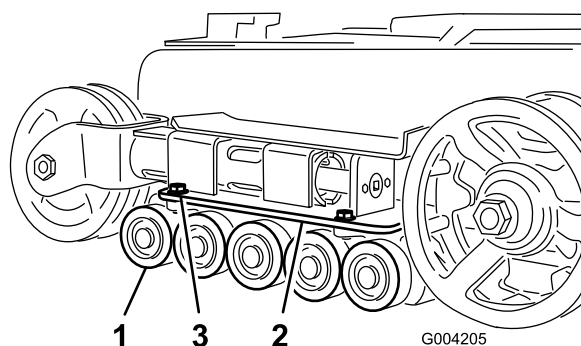

Figura 47
2. Rimuovere i 4 bulloni che fissano ciascuna guida inferiore dei cingoli che contiene le ruote non motrici e rimuoverle (Figura 47).